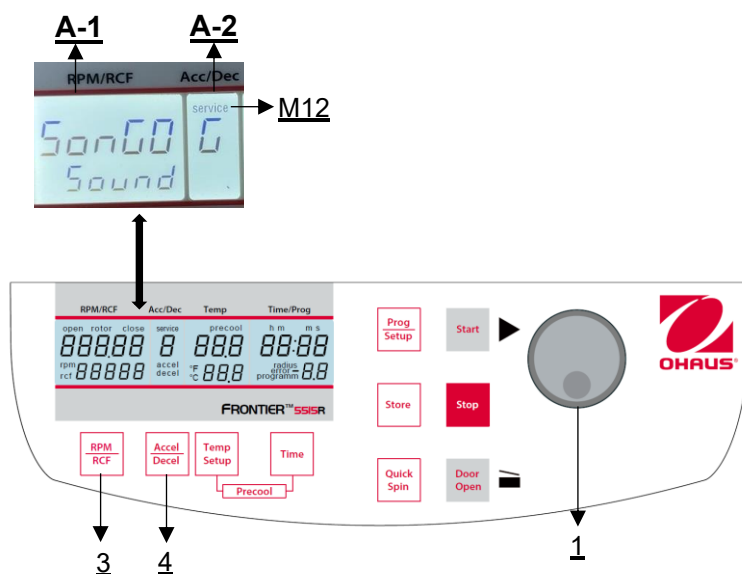

Abbildung 33
Gehen Sie wie unter Punkt 4.1.1 beschrieben vor, um in diesen Programmmodus zu gelangen und drücken Sie dann die Taste **"Accel/Decel"** (4). In der Anzeige **"Acc/Dec"** (A-2) blinkt das Wort **"Service"** (M12). Wählen Sie nun mit dem Drehknopf (1) den Buchstaben **"G"** aus. Daraufhin erscheint in der Anzeige **"RPM | RCF"** (A-1) der Schriftzug **"SonGo/Sound"**. Nachdem Sie die Taste **"RPM | RCF"** (3) gedrückt haben, können Sie mit dem Drehknopf (1) einen Song auswählen (siehe Abbildung 33).